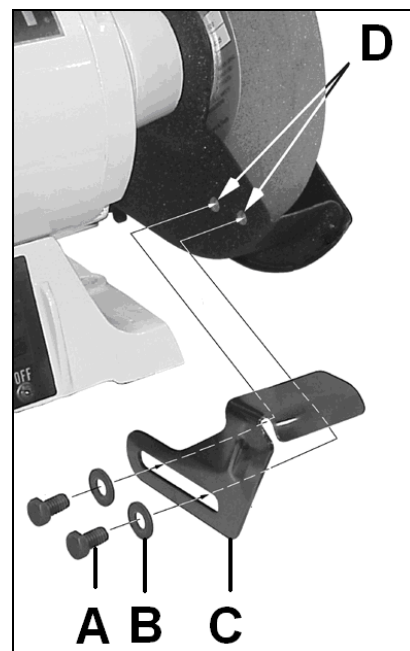

Fig 1
Fixer les plans de travail (C, Fig 1) avec les vis hexagonales (A) et les rondelles (B) sur le carter du disque abrasif (D).